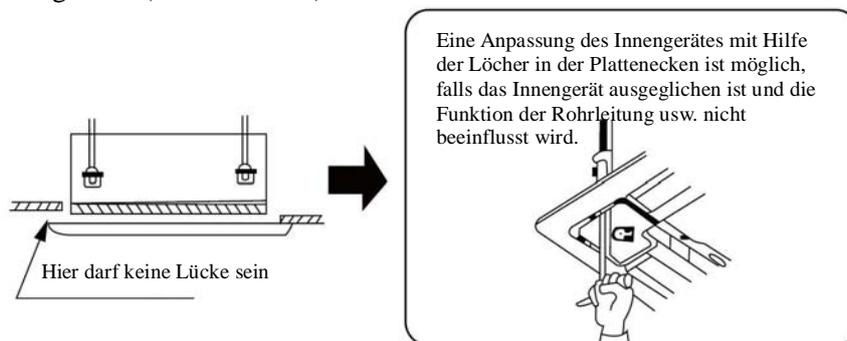

Abb. 25
2. Bleibt eine Lücke zwischen der Decke und der Platte auch nach Festziehen der Schrauben, verbessern Sie die Höhe des Innengerätes (siehe Abb. 25).